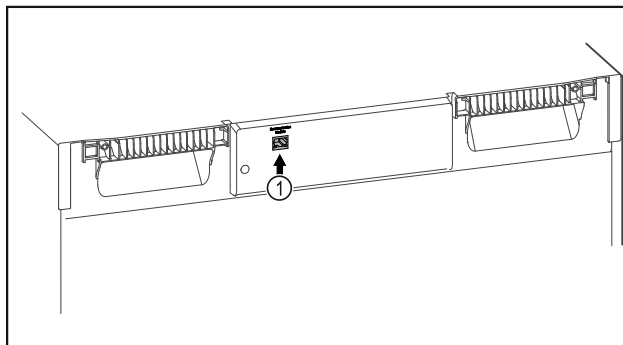

Fig. 142
- ☐ Le SmartModule Fig. 142 (1) est en place.